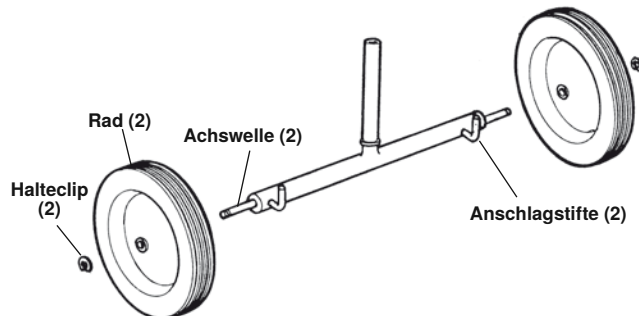

Abbildung 27 - Zusammenbau des Nr. 32 Transporters
1. Falls erforderlich, bauen Sie den Nr. 32 Transporter zusammen (siehe *Abbildung 27*).